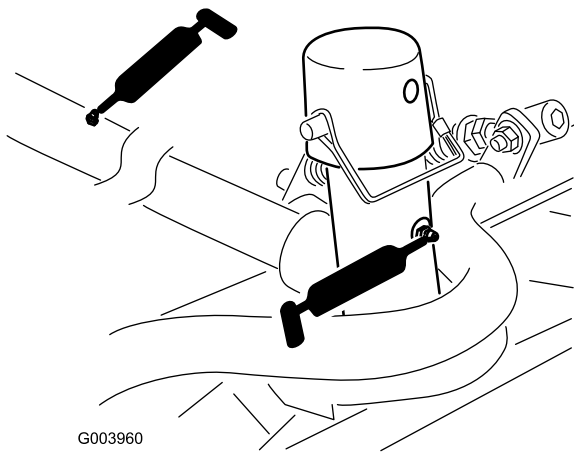

Рисунок 76
- Несущая рама и ось поворота режущего блока (по 2 шт.) (Рисунок 76)